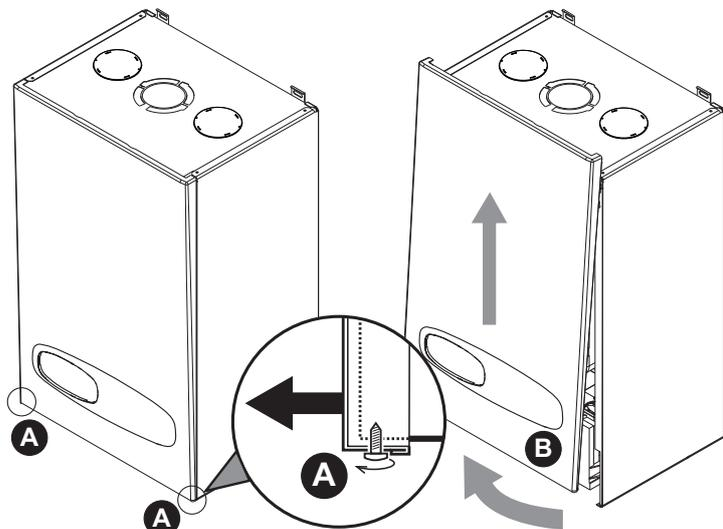

fig. 25 - Apertura del panel frontal
1. Desenrosque parcialmente los tornillos **A** (fig. 25).